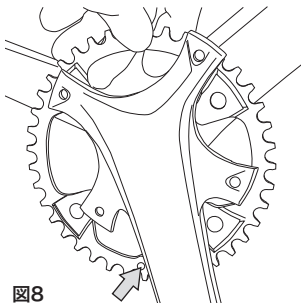

図8
- **エカルのみ:** チェーンリング上のピンがクランク・アームの下に来るように、新しいチェーンリングをクランクセットにセットします (図8)。